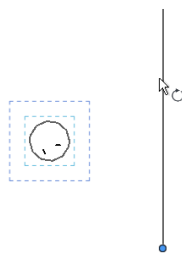

图 2-61 半径阵列的开始位置
- (3) 将鼠标指针移动到半径阵列的弧形开始的位置，如图 2-61 所示。在大部分情况下，都需要将旋转中心控制点从所选图元的中心移走或重新定位。